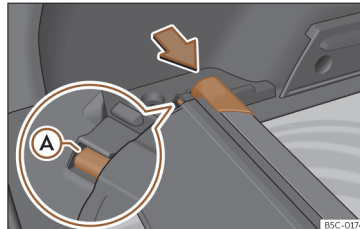

Fig. 122 În portbagaj: spațiu pentru depozitarea copertinei retractabile.
- Apăsați capătul copertinei retractabile în direcția indicată de săgeată, până când se fixează în compartiment >>> fig. 122. Asigurați-vă că șina ① se fixează în locașul corespunzător.